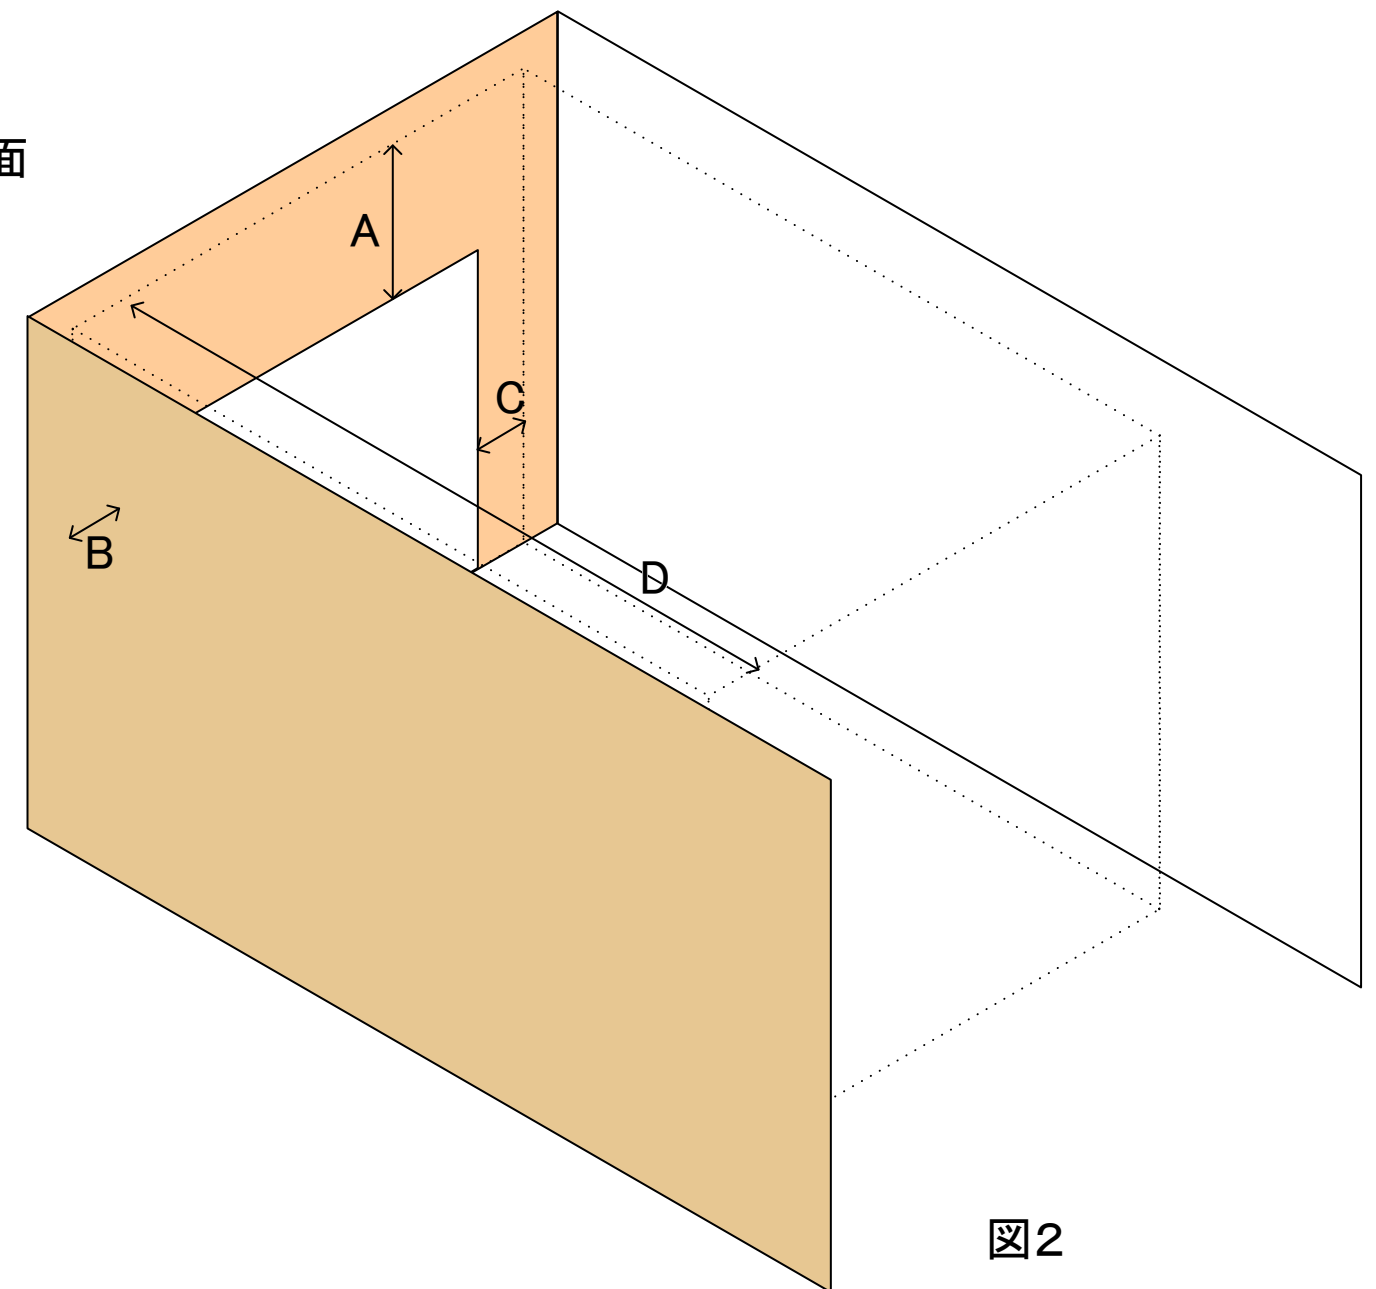

図2
- ・図2の点線内に障害物がある場合納まらない場合があります。